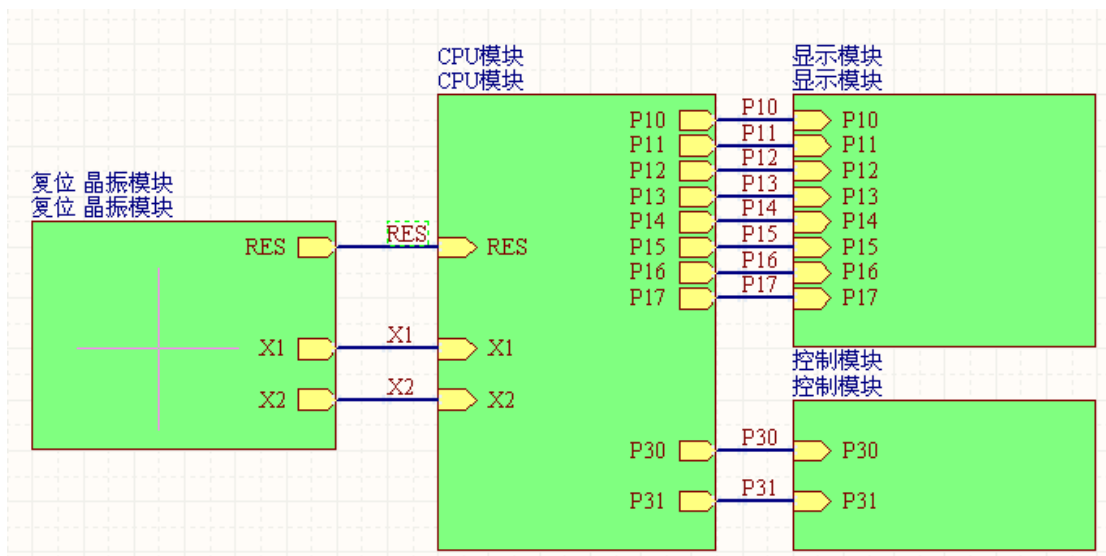

图 9 移动光标到方块电路内
2) 将十字光标移到复位 晶振模块方块电路内，如图 9 所示。